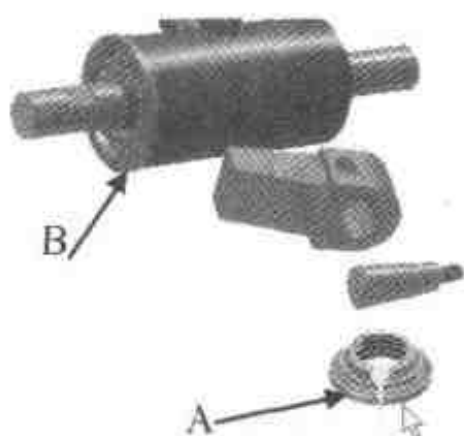

图 3.11 选择中轴档
- (1) 中轴档的装配和前面的类似。在设计树中选择【中轴档】选项, 单击【无约束装配】按钮。接着选择中轴档的外圆(A), 如图 3.11 所示。
- (2) 然后选择图 3.11 的中轴碗的左外圆(B), 使外圆(A)和圆(B)相对齐, 结果如图 3.12 所示。